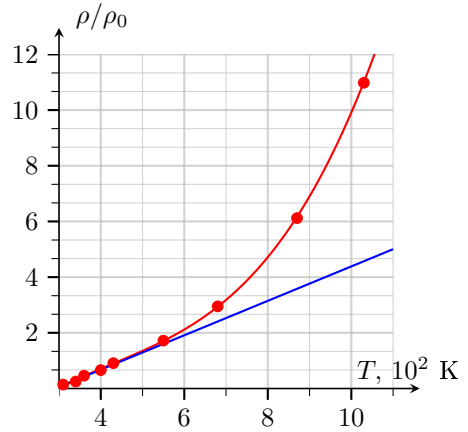

Рис. 3
*Способ 1.* Построим график  $P(T)$ , но в меньшем диапазоне температур — например, от 300 К до 1100 К (синяя кривая на рис. 3). Проведём к нему касательную в точке  $T = T_0$  (синяя прямая на рис. 3). Из сделанного построения видно, что закон Ньютона-Рихмана формально справедлив в диапазоне до, примерно, 550 К.